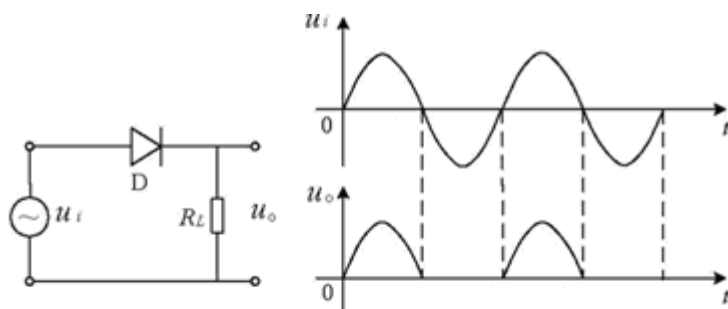
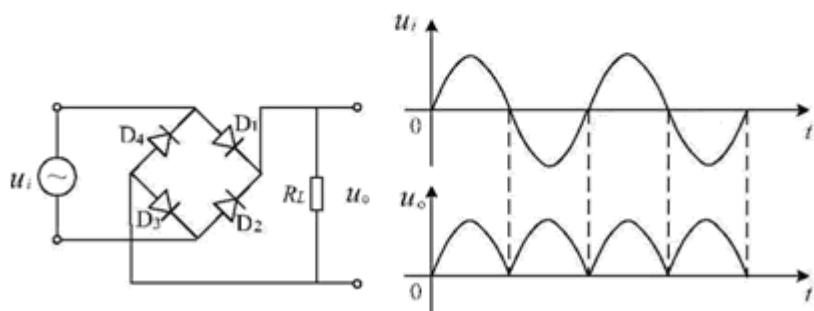

图 5-1 半波整流
图 5-2 全波整流
晶体二极管具有反向电阻大、正向电阻小的特性，因此它的最简单和最重要的应用之一是整流作用，即把交流电变成脉动的直流电（脉动直流电——电压的方向（正负极）不变，但大小随时间变化）。一般的整流电路有半波整流(电路和输出波形如图5-1)和桥式整流（又称全波整流，电路和输出波形如图5-2）。对于一定频率的正弦波输入，这种波形仅使输出端的电压极性保持不变，而电压值却是周期性的变化。
1) 按图 5-1 连接整流电路，输入一定频率的正弦电压，负载电阻（电阻箱） $R_L = 1k\Omega$ ，用示波器观察并记录 R_L 两端的输出电压波形。
2) 按图 5-2 接线，重复上述步骤。